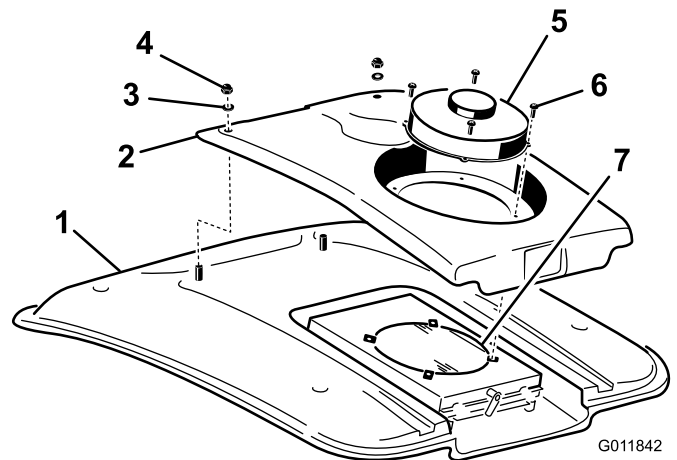

Figura 91
2. Retire los 4 tornillos que sujetan el ventilador y la tapa del condensador al soporte del ventilador (Figura 91).
4. Retire las dos tuercas y arandelas que sujetan la parte delantera de la tapa del condensador al techo de la cabina (Figura 91).
8. Limpie a fondo el condensador del aire acondicionado con aire comprimido (Figura 91).